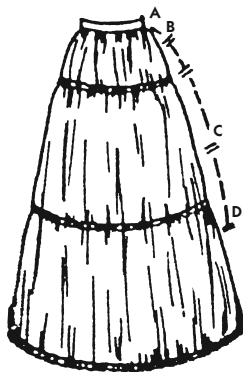
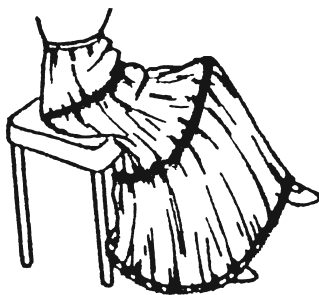

Рис. 783
Рис. 784
Кринолин представляет из себя нижнюю юбку, выполненную из мягкого материала, собранного в сборки на конструкции из обручей, продетых в кулиски на нижней юбке (рис. 783 и 784). Сборки необходимы, чтобы смягчить эффект жесткости, который придает конструкция из обручей.
Обручи должны быть одновременно прочными и мягкими, иначе нельзя будет садиться в юбке с кринолином. Они должны поддерживать нижнюю юбку в положении стоя (рис. 783), но в то же время мягко сминаться в положении сидя (рис. 784). Материал, совмещающий эти качества (гибкий стальной прут), часто используется в качестве штанги для небольших занавесок (рис. 785). Отметим, что на обручах из необработанного металла гораздо легче закрепить ткань, чем на обручах, покрытых пластиком.
- Для длинной юбки длина обруча 1, расположенного на 20 см ниже талии (см. рис. 783), равна обхвату бедер + 20 см.
- Для короткой пышной юбки постарайтесь не превышать длину второго обруча, равную 120 см, если он расположен на половине расстояния от талии (засечки В и А на рис. 783).
- Для короткой пышной юбки (то есть длиной около 70 см) длина обруча D, расположенного по самому низу, равна обхвату бедер + 50 см (см. рис. 783).
В первую очередь надо определить форму модели, то есть построить лекало нижней юбки, которая придаст объем и пышность кринолину (см. рис. 783).
- На рис. 783 тот же пример дан и для короткой юбки. Но там между обручем на бедрах и обручем внизу располагается лишь один обруч.